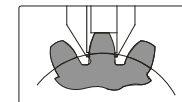

Fig.4
- Spostare il calibro in modo che la ganascia orizzontale sia a contatto con il lato sinistro dell'ingranaggio misurato. Ruotare la rotella di regolazione fine per spostare la ganascia in modo che l'altra ganascia sia a contatto con il lato destro (Fig. 4), stringere la vite di bloccaggio, smontare il calibro e ottenere lo spessore cordale.